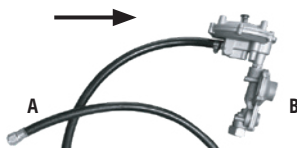

Abb. 1
- 6 Schließen Sie den Flüssiggasschlauch (Seite A auf Bild 1) an den Flüssiggasanschluss am Bedienfeld des Generators.
- 7 Verbinden Sie das Schlauchende (Seite B auf Bild 1) mit dem Druckminderer mit der Gasflasche.
- 9 Drücken Sie 2-3 Mal den Knopf am Druckminderer (siehe Abb. 1).